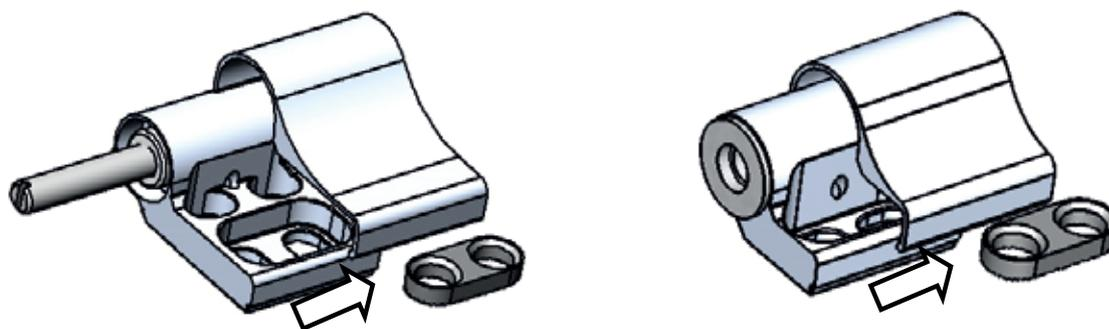

Рис. 6
3.2 Снять крышки и сухари с полупетель в сторону (Рис. 6).